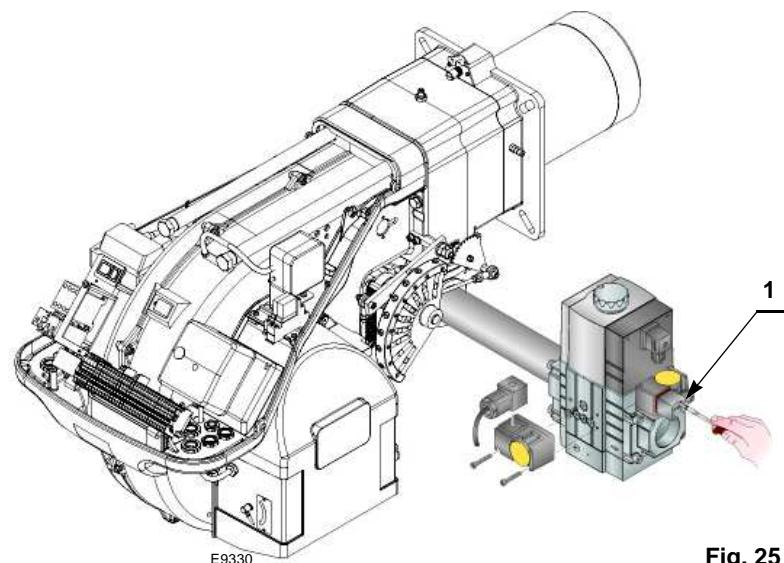

Fig. 25
- Controlar la presión de la alimentación de gas conectando un manómetro en la toma de presión 1)(Fig. 25) del presostato gas de mínima: debe ser inferior a la presión máxima permitida de la rampa de gas, que figura en la placa de características.
- Purgar el aire de la tubería de la rampa de gas conectando un tubo de plástico en la toma de presión 1)(Fig. 25) del presostato gas de mínima.